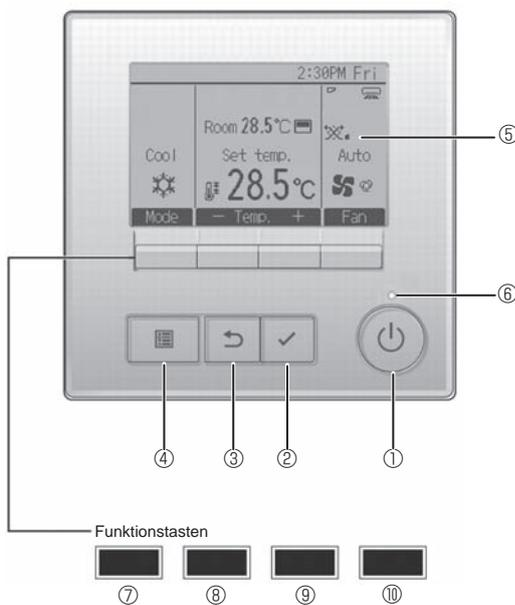

Fig. 7-2
7.3.1. Verwendung der verdrahteten Fernbedienung (Fig. 7-2)
① Taste [EIN/AUS]